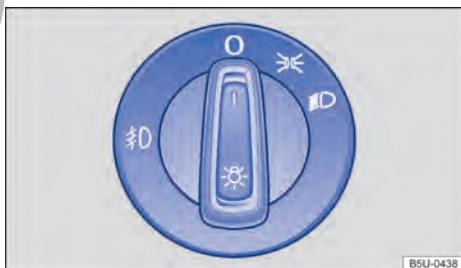

Fig. 62 Al lado del volante: interruptor de luces.
- **Conectar el farol de neblina** ☞: tire del conmutador de las luces hacia afuera → fig. 62, hasta la primera ranura. La luz de control ☞ se enciende en el conmutador en color verde.